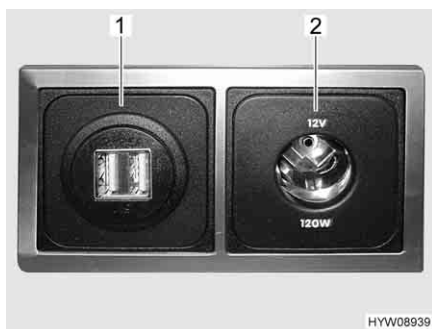

Fig. 89 Presa USB e 12 V
**Presse USB** È possibile caricare le batterie di dispositivi con corrente di carica fino a 2,5 A, collegando i dispositivi alle prese USB (Fig. 89,1).
**Presse a 12 V** Le prese da 12 V (Fig. 89,2) consentono di collegare apparecchi con consumo di corrente massimo pari a 10 A (potenza pari a 120 W).